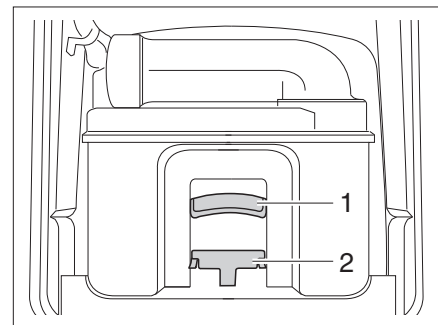

Fig. 279 Cassette Thetford
- Tirer l'étrier de fixation (Fig. 279,2) vers l'avant pour déverrouiller la cassette de toilette et extraire la cassette par la poignée (Fig. 279,1).